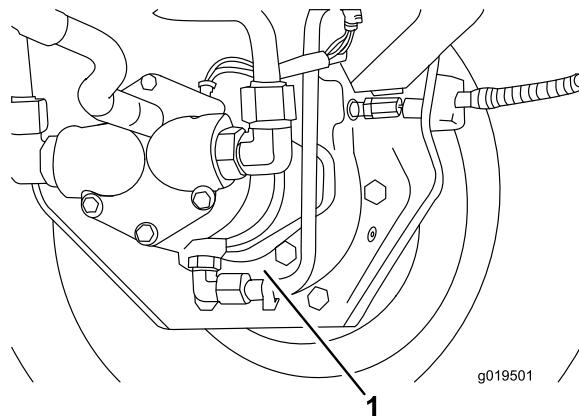

Figure 61
- Placez un bac de vidange sous le carter de frein et enlevez le bouchon pour permettre à l'huile de s'écouler (Figure 61).